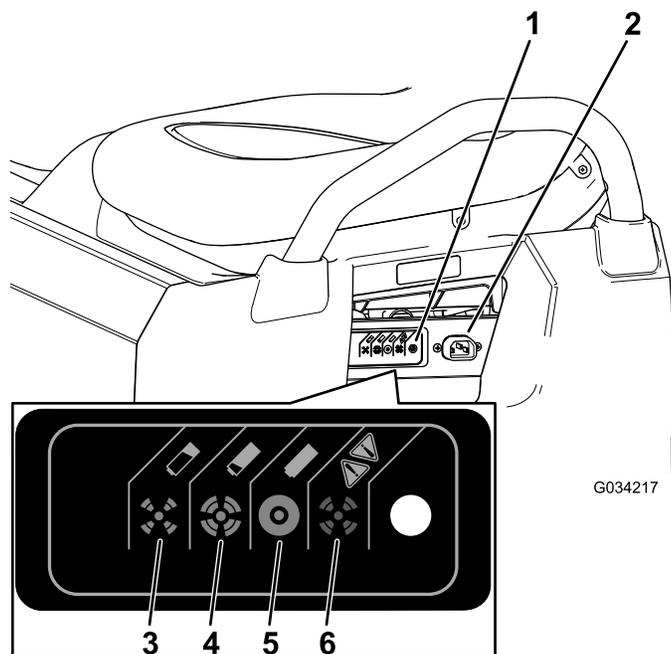

Рисунок 39
3. Подсоедините зарядный шнур типоразмера **16 (или большего диаметра), длиной 2,5 м (или более короткий)** к зарядной розетке автомобиля (Рисунок 39).
Информацию о значении различных цветов индикатора статуса зарядного устройства см. в следующей таблице и на Рисунок 39.